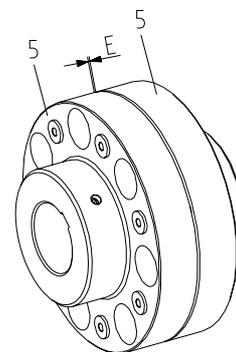

Figura 21
- Desplace los elementos de transmission hasta alcanzar la medida E (ver figura 21).